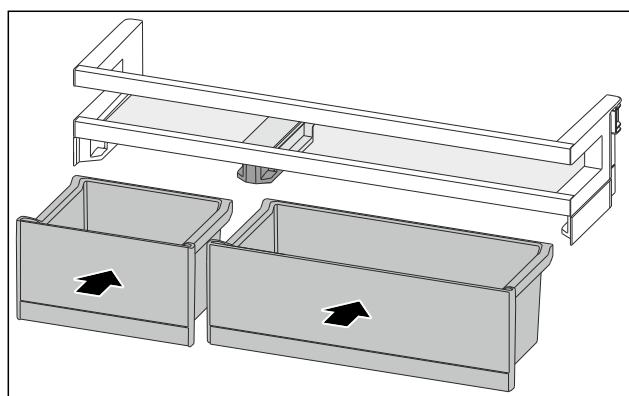

Fig. 116
- ▶ 排列互换后装入 VarioBox。(参见 Fig. 116)